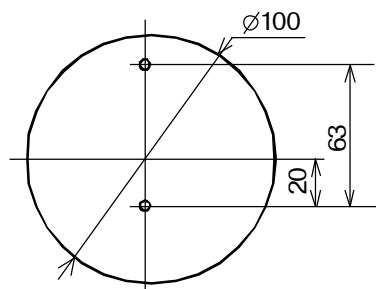

Рис.7 Схема разметки для установки РК-ПД
- произведите разметку согласно рис. 7